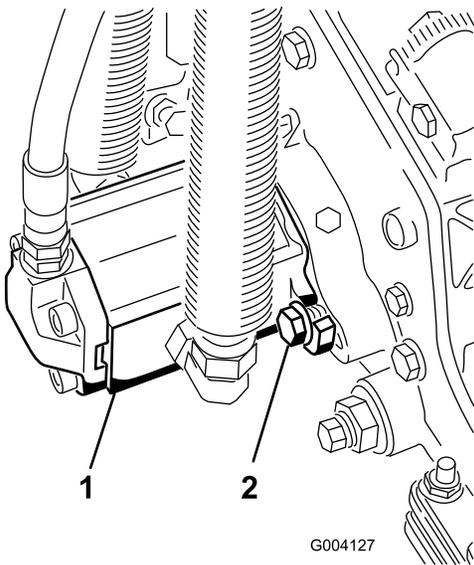

Figura 20
10. Installate il motore ruotandolo in senso orario in modo tale che le flange del motore liberino le viti a testa cilindrica (Figura 20). Ruotate il motore in senso antiorario fino a quando le flange non circondano le viti a testa cilindrica, quindi serrate le viti a testa cilindrica